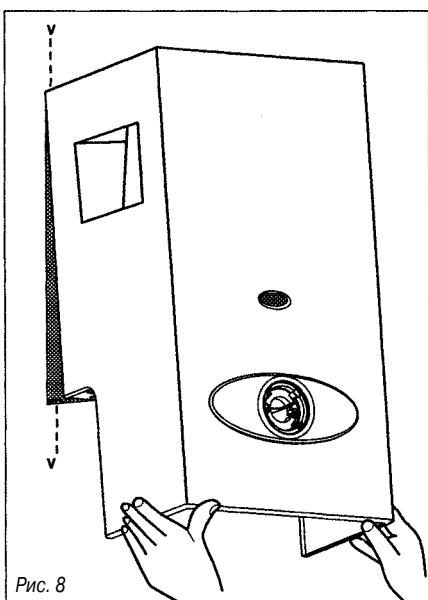

Рис. 8
- Отвинтить 4 винта поз. "V" (рис. 8) крепления кожуха.
- Надеть кожух сверху (рис. 8).
- Завинтить винт крепления щитка управления, поставляемый в пакете с принадлежностями (рис. 8а).
Рис. 8а